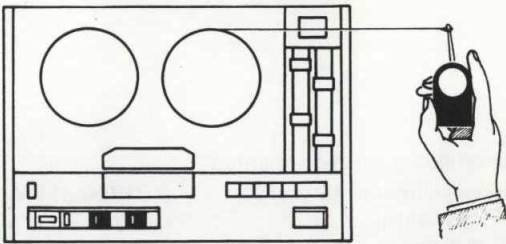

Fig. 11
Instelling van de remmagneet en remmen (zie fig. 11, 12 en 26)
- De remkracht van de linker en rechter spoelschotel moet ca. 1000 gr/cm bedragen. Deze kracht kan worden gemeten met behulp van een volle haspel en een veerdrukmeter, zoals in fig. 11 is aangegeven. De meter moet voor de diverse spoeldiameters de volgende waarden aangeven: